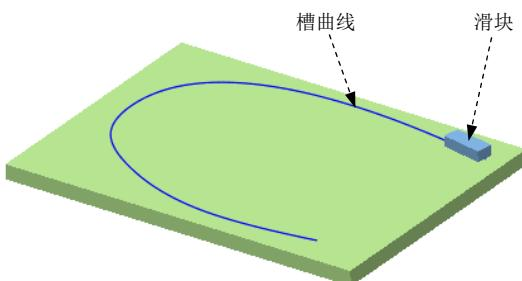

图 5.3.1 机构模型
下面举例说明定义初始条件的一般过程。在图 5.3.1 所示的模型中，滑块放置在平面上，两者之间通过一个平面连接和两个槽连接装配在一起，如在其中一个槽连接处定义一个槽切向速度，那么在进行动态分析时，滑块将沿着槽曲线进行运动。
Step1. 将工作目录设置至 D:\creo3.16\work\ch05.03\，打开文件 con_asm.asm，该机构模型如图 5.3.1 所示。